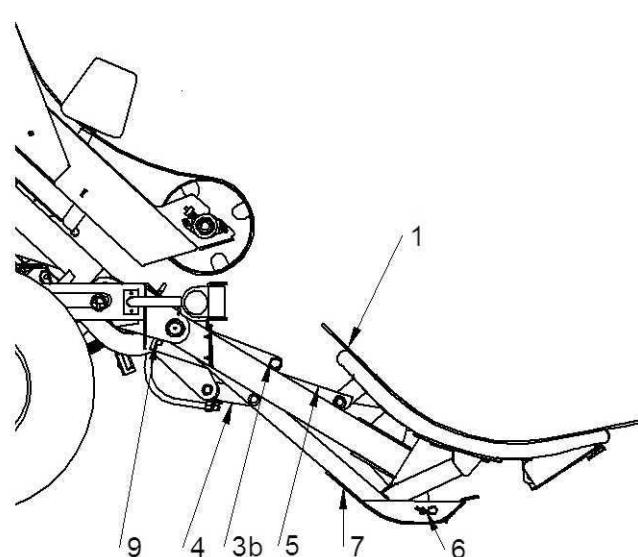

Рис. 27 Установщик рулона в опущенной позиции (готов к откатке рулона на боку):
- b) Способ настройки установщика для откатки рулонов на бок показан на Рис. 27. Он состоит в установке опорных плеч в верхнем положении (3b) и складывании опоры ноги (5) так, что его отверстие будет находиться напротив отверстия в опорном плече (9). Следует также установить ногу (7) в крепящей втулке (8) при помощи шкворня (6). Такое положение установщика дает возможность опустить его на землю во время опускания отклоняющейся рамы без поворота лапы установщика (в этом положении поворот заблокирован) так, что наступит откатка рулона на его боку.